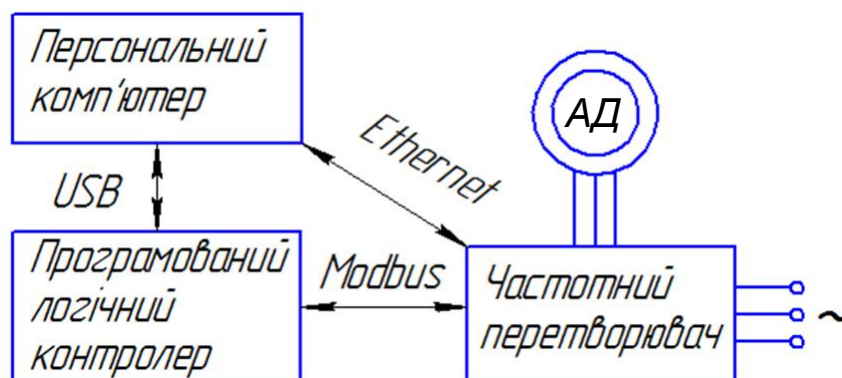

Рисунок 1 – Структурна схема стенду
**Матеріали дослідження.** Структура лабораторного стенду для вивчення принципів автоматизації технологічного процесу та комунікації між елементами системи представлено на рис. 1. Стенд складається з ПЛК-АВВ РМ554, ПЧ АВВ АС355, асинхронного двигуна (АД) та персонального комп'ютера.